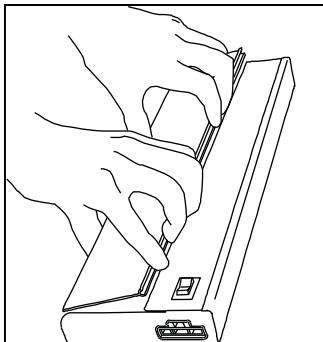

Figure 1
3. Carefully remove diffuser by squeezing (back) edge with fore-fingers while holding front side with thumbs. See Fig 1.
3. Retirer délicatement le diffuseur en appuyant sur l'extrémité arrondie (arrière) du bout des doigts tout en soutenant l'avant à l'aide des pouces. Voir la Figure 1.